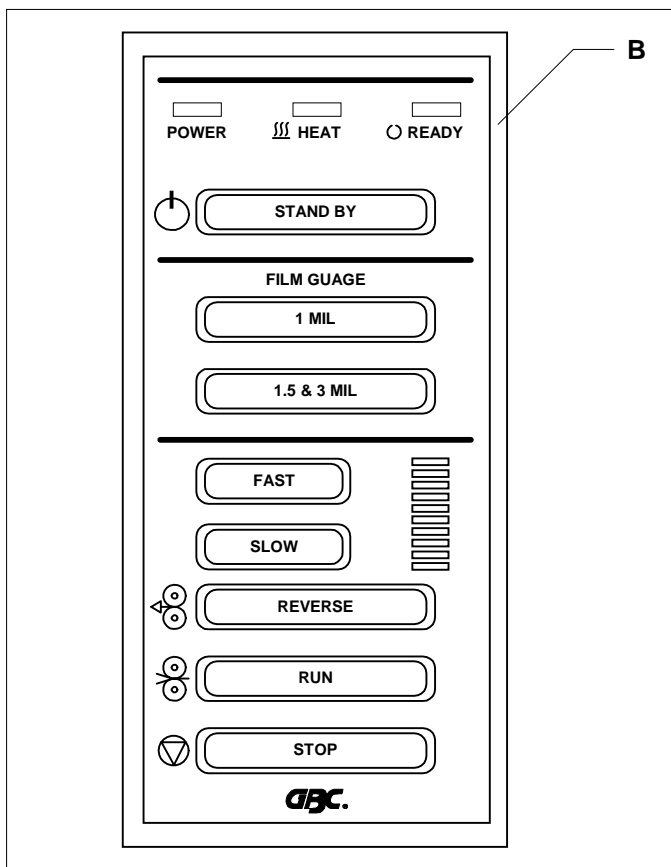

Fig. 3
**B. CONTROL PANEL:** (Fig. 3)
**B. PANNELLO DI CONTROLLO:** (Fig. 3)